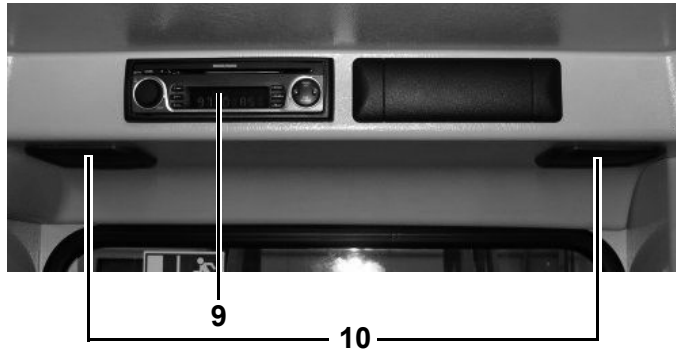

Fig. 66 Rádio
O rádio (9) e alto-falantes (10) na Fig. 66 estão localizados atrás do assento do motorista abaixo do teto da cabine.